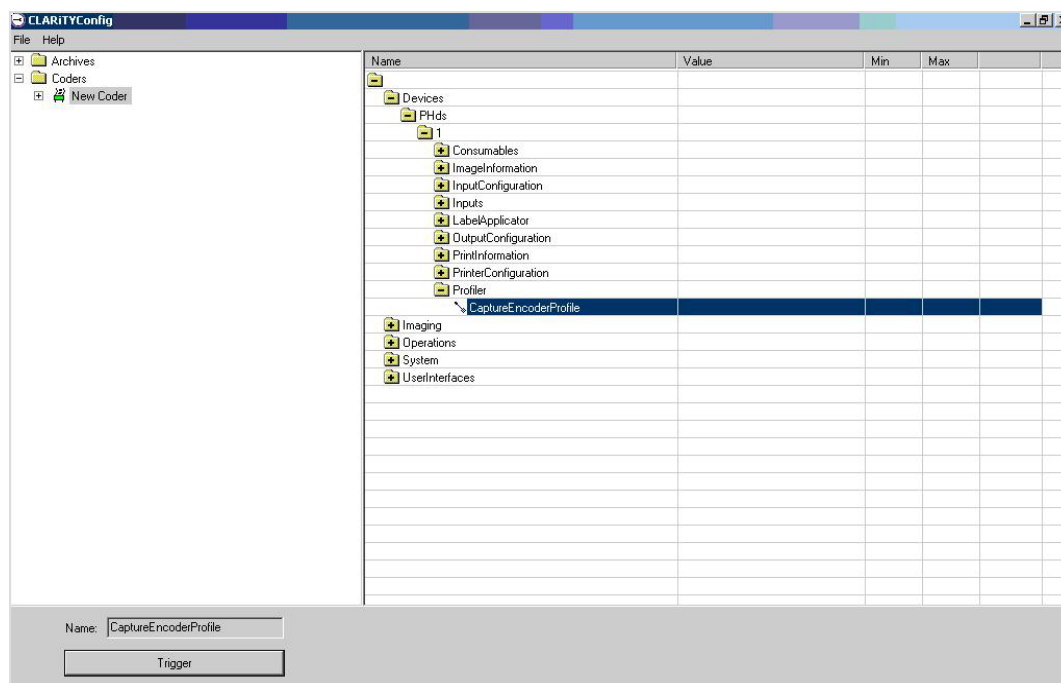

Рис. 5-19: Профили энкодеров - Настройка CLARiTY
1. Нажмите на изображение нового энкодера и выберите среди устройств Capture Encoder Profile (Захватить профиль энкодера) из списка, как показано на Рис. 5-19.